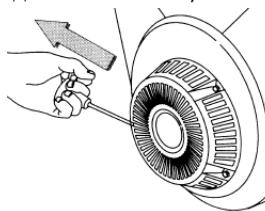

Рис. 2.
5.6.5. Медленно и плавно вытянуть трос ручного стартера за ручку поз. 2 (рис. 1) до появления сопротивления втягиванию, затем медленно вернуть его в исходное положение, см. также рис. 2.
5.6.7. Придерживая генератор за раму, резко с интенсивным усилием вытянуть трос ручного стартера до упора (рис. 2), в процессе вытягивания рычаг декомпрессии должен автоматически вернуться в верхнее положение. Повторить действия пп. 5.6.5..5.6.7 несколько раз при необходимости. Включение электрического стартера производится поворотом ключа выключателя поз. 10 (рис.1) в крайнее правое положение «ПУСК». Сразу после начала работы